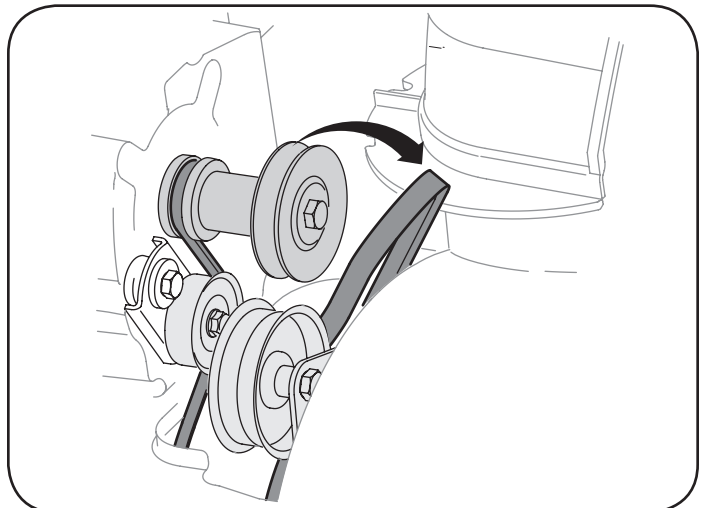

Figura 30
3. Saque la correa de la barrena de la polea del motor. Vea la figura 30.